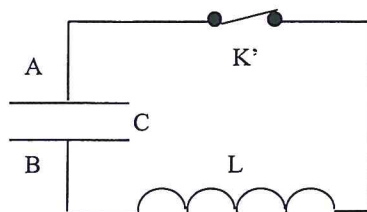

**Figure 3**
Un générateur de tension continue de force électromotrice  $E$  alimente un circuit électrique comportant un interrupteur  $K$ , un condensateur de capacité  $C$  à charger, et une résistance  $R$  ; ce circuit est schématisé sur la **figure 3** donnée en **annexe page 10 à rendre avec la copie**.
1.1. Compléter le schéma du circuit **figure 3 en annexe page 10** en y représentant :